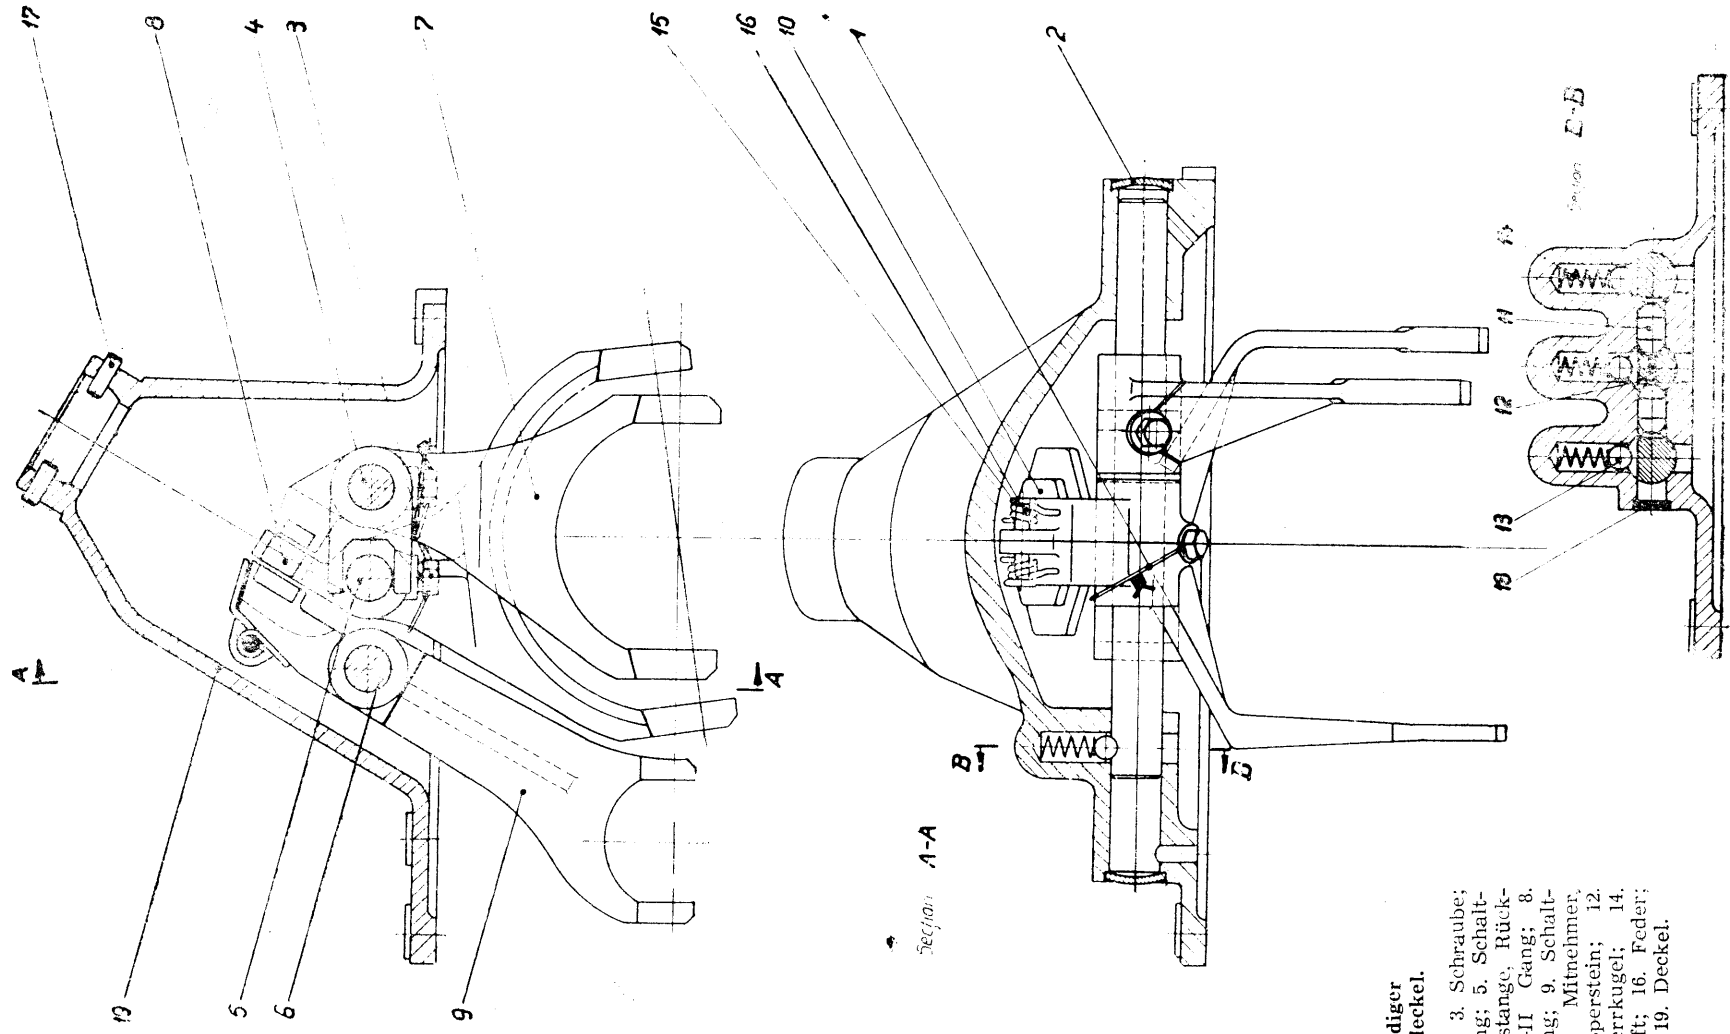

Abb. 64. Vollständiger Wechselgetriebebedeckel.
5.5.2. AUSEINANDERBAU DES VOLLSTÄNDIGEN WECHSELGETRIEBEDECKELS (Abb. 64).